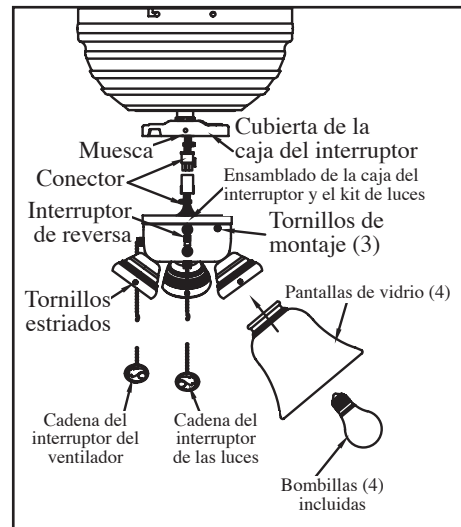

Figura 12
2. Une el conector del ensamblado de la caja del interruptor/kit de luces con el conector del motor (Figura 12). Los dos conectores están codificados y deben coincidir correctamente antes de unirse. Asegúrate de que el pestillo del conector cierre correctamente.
4. Para instalar la pantalla de vidrio, retira los tres tornillos estriados hasta que el cuello de la pantalla de vidrio se deslice en el soporte de vidrio (Figura 12). Luego ajusta con los dedos los tornillos hasta que los tres tornillos toquen el cuello y sobresalgan hacia fuera casi uniformemente.